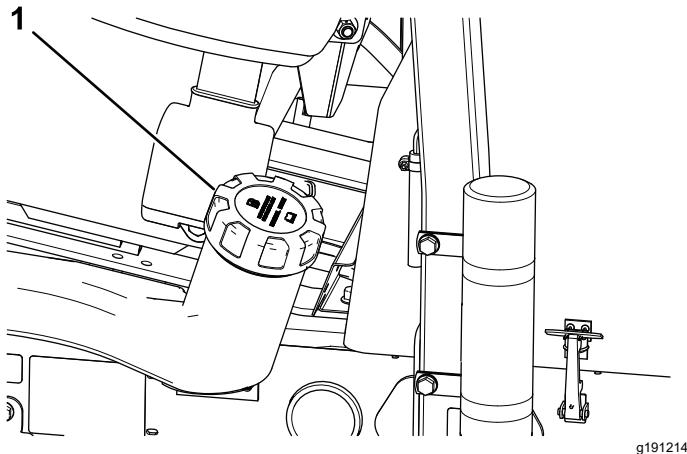

Figura 44
2. Limpie la zona alrededor del tapón del depósito de combustible (Figura 44).